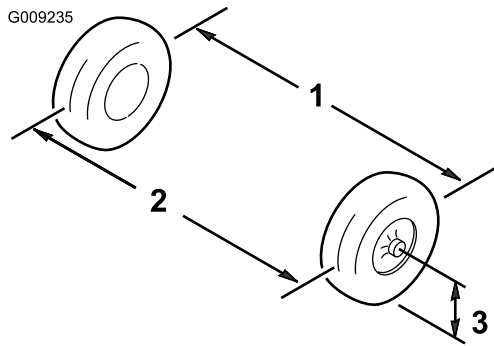

Figura 51
1. Mida la distancia entre los neumáticos delanteros a la altura del eje, en la parte delantera y trasera de las ruedas (Figura 51).